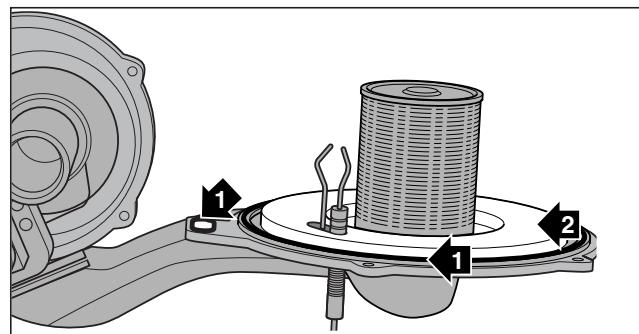

Рис. 7.5 Проверьте прокладки и изоляцию фланца горелки
**При каждом проведении техобслуживания необходимо менять обе силиконовые уплотнительные прокладки (1) на компактном термомодуле (рис. 7.5) (зак. № 981046). Изоляция фланца горелки (2) на компактном термомодуле (рис. 7.5) (зак. № 21-0734) не должна иметь повреждений; в противном случае ее также следует заменить.**